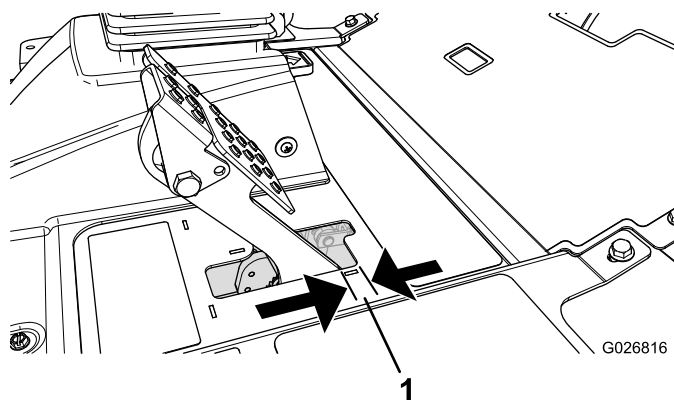

図 63
ブレーキペダルの「遊び」図 63 が 2.5cm 以上となったり、強く踏み込まないとブレーキの効きが悪いと感じられるようになったら、調整を行ってください。遊びとは、ブレーキペダルを踏み込んでから抵抗を感じるまでのペダルの行きしろを言います。
2. 後ナットを締めてケーブルを後方に移動させて、ホイールがロックする前のブレーキペダルの遊び図 63 が 6.312.7 mm なるように調整する。